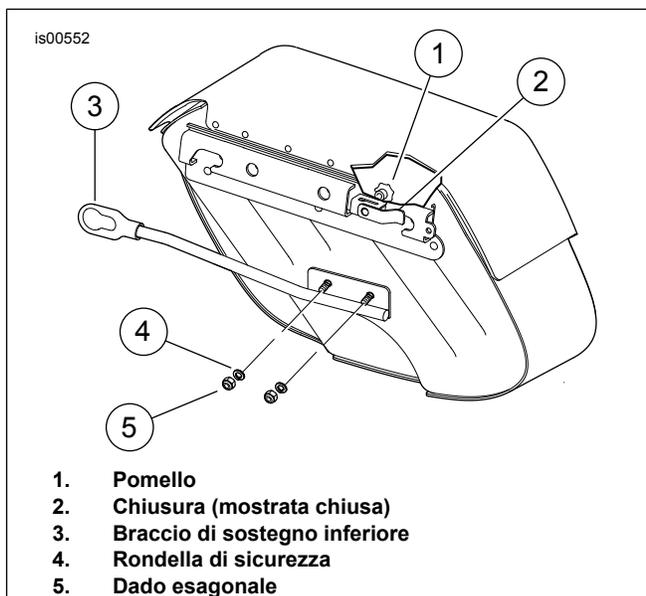

Figura 4. Vista posteriore della borsa portapacchi
2. Vedere Figura 4. Tirare il pomello (1) e girarlo verso la parte posteriore della borsa. La chiusura (2) sulla parte posteriore della borsa dovrebbe girare nella posizione di apertura.
7. Vedere Figura 4. Se, regolando il distanziale dell'ammortizzatore durante le operazioni al punto 6, si spinge in alto o in basso la borsa o il braccio di sostegno inferiore, allentare i dadi bloccanti che fissano il braccio di sostegno alla borsa portapacchi, e spostare il braccio avanti o indietro se necessario. Se allentati, serrare i bracci di sostegno a una coppia di 7–10 N·m (60–90 in-lbs).